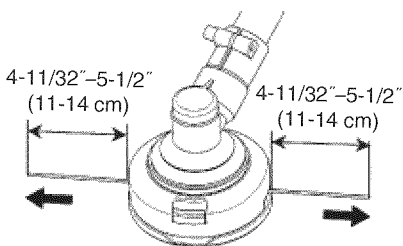

Fig. 34
(7) La longueur initiale du fil de coupe devrait être d'environ 4-11/32"-5-1/2" (11 à 14 cm), égale des deux côtés. (Fig. 34)